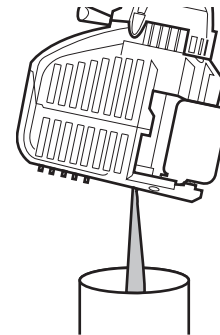

Fig. 17
- Si el nivel de aceite es demasiado alto, incline la unidad y drene el exceso de aceite en un recipiente adecuado (Fig. 17).
3. Inclíne la unidad verticalmente para verter el aceite fuera del orificio de llenado de aceite y al interior del recipiente (Fig. 17). Deje bastante tiempo para que se drene completamente.